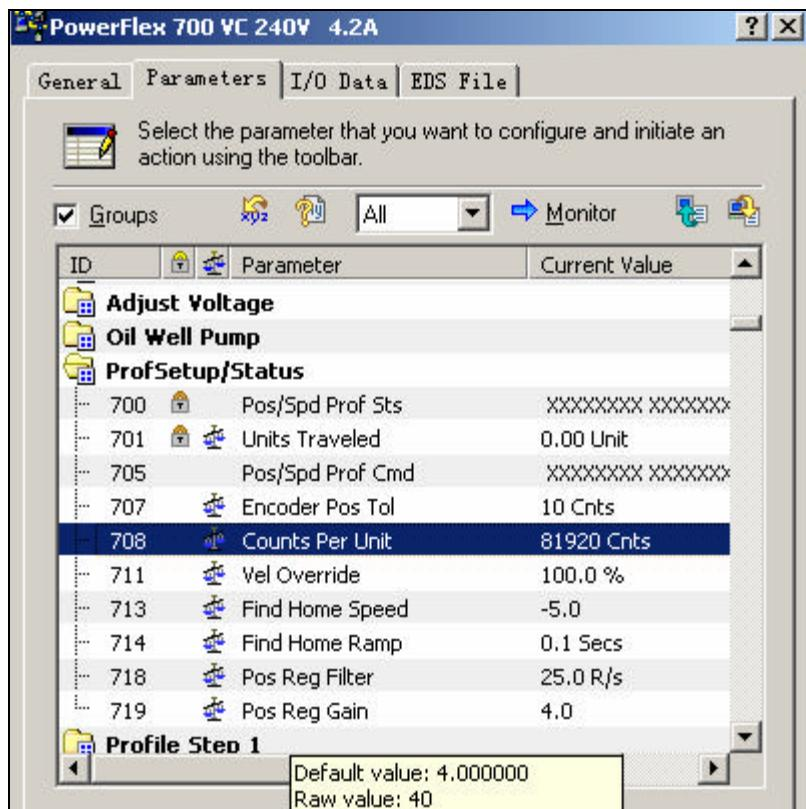

图 5-24 设置 ProfSetup/Status 参数
(12) 在参数列表中设置如下所示的参数, 设置过程如图 5-24 所示。参数 713[Find Home Speed]是变频器执行归位例程的速度, 参数 714[Find Home Ramp]是变频器执行归位例程的加速度。参数 718[Pos Reg Filter]和参数 719[Pos Reg Gain]的默认比例关系约为 6 比 1, 最小的比例关系不能小于 4 比 1。这两个参数对于位置调节十分重要。